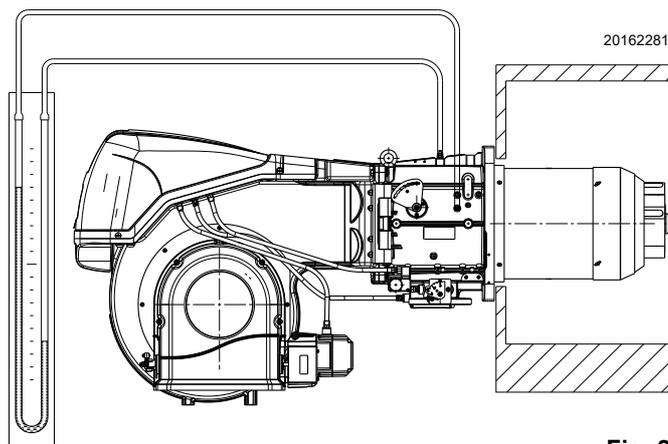

Fig. 23
- Monter un manomètre en U ou un manomètre de type différentiel (Fig. 23), avec prise (+) sur la pression du gaz du manchon et (-) dans la chambre de combustion.
L'arrivée de gaz au manchon est mise en évidence sur le manomètre en U (Fig. 23 à la page 26).
À titre d'orientation, on peut le trouver dans le Tab. L à la page 23, il suffit de lire la pression du gaz sur le manomètre en U (illustré sur la Fig. 23 à la page 26) et suivre les indications :